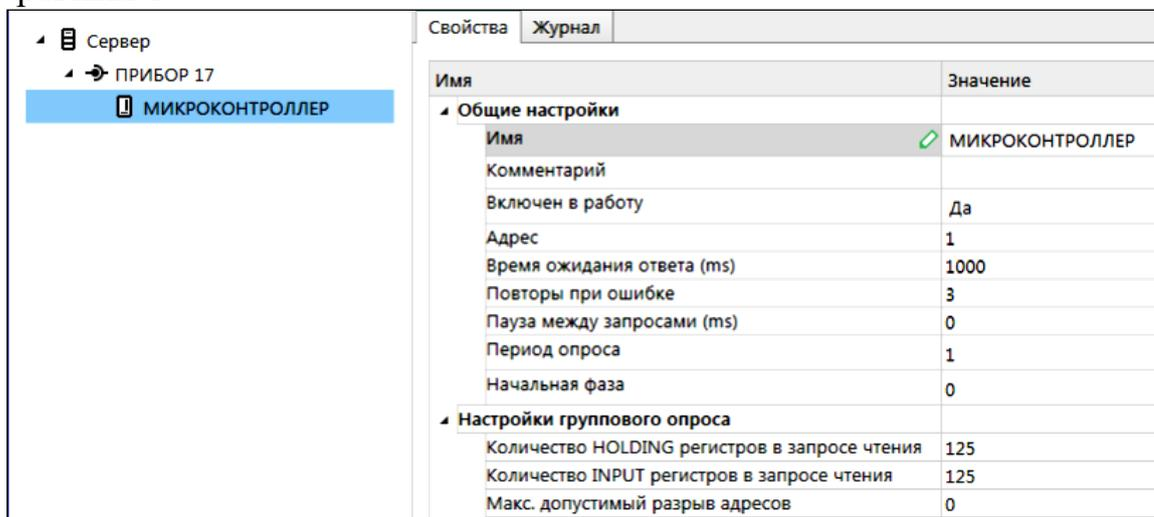

Рисунок 2. Пример настройки свойств микроконтроллера
4. С помощью верхнего меню, или контекстного меню, добавить устройство и при желании дать ему свое имя (рис.2). Первое устройство узла имеет адрес равный 1.